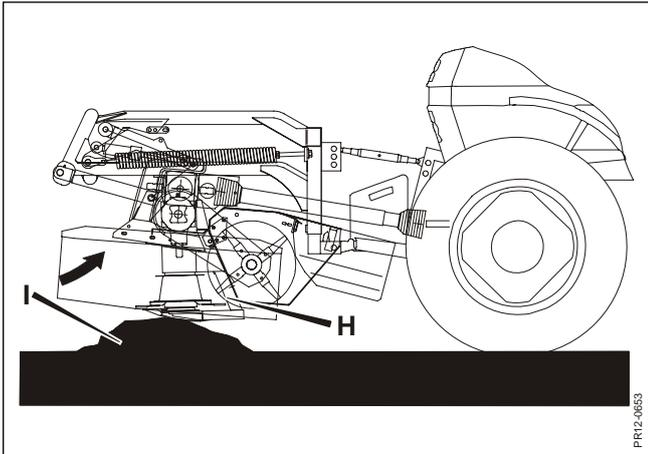

Fig. 3-25
**Fig. 3-25** Wenn das Schneidwerk **H** ein Hindernis **I** begegnet, und man fortsetzt nach vorne zu fahren, bewegt sich das Schneidwerk nach hinten und nach oben, und der Messerbalken bewegt sich rückwärts. Dieses sichert optimale Voraussetzungen dafür, daß das Schneidwerk über die Hindernis hinweggleiten kann.